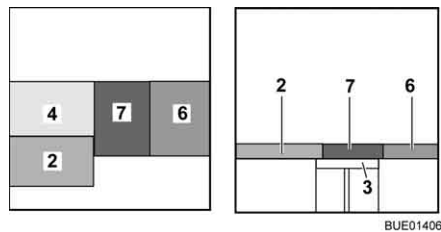

Bild 150 Nach dem Umbau
- Das Sitzpolster (Bild 150,7) in die Mitte legen.
- Das Rückenpolster (Bild 150,6) zwischen das Sitzpolster und die Wand legen.